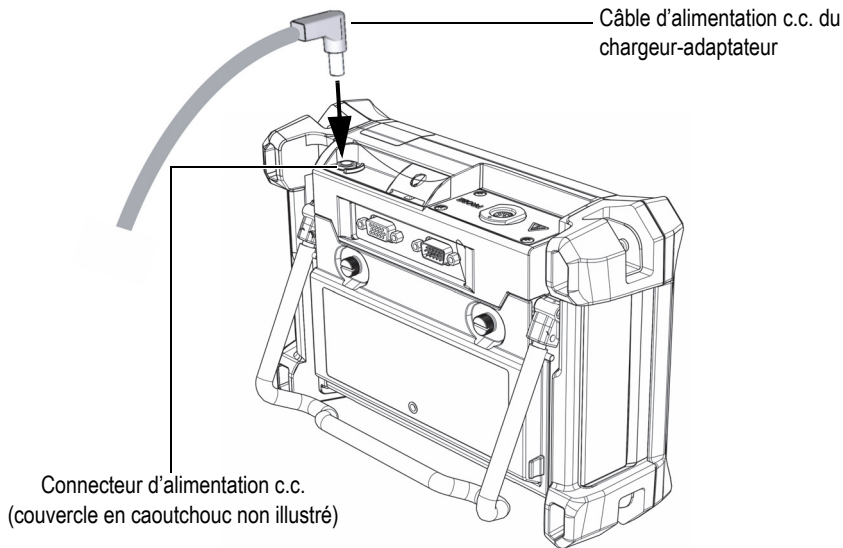

Figure 2-8 Connexion du câble d'alimentation c.c.
3. Connectez la fiche d'alimentation c.c. du chargeur-adaptateur au connecteur d'alimentation c.c. situé sur le dessus du BondMaster 600 (voir la Figure 2-8 à la page 40).